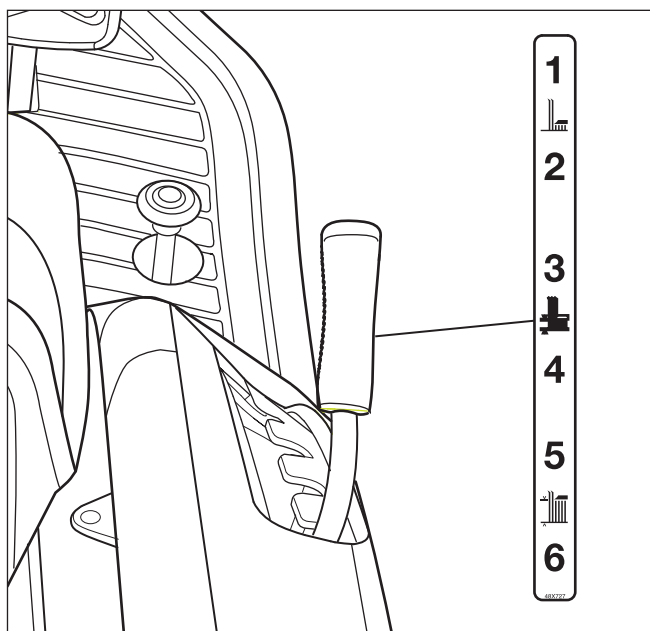

Figure 16
1. Déplacer le levier de levage vers l'avant pour abaisser le plateau de coupe de la tondeuse et vers l'arrière pour relever le plateau de coupe (voir la **Figure 16**).
2. Relever le levier de levage en position la plus haute (voir la **Figure 16**).
2. Mettre le levier de levage à une hauteur de position de coupe (voir la **Figure 16**). Pour de l'herbe haute ou épaisse, commencer par couper l'herbe dans la position la plus haute puis abaisser le plateau de coupe à une position inférieure.